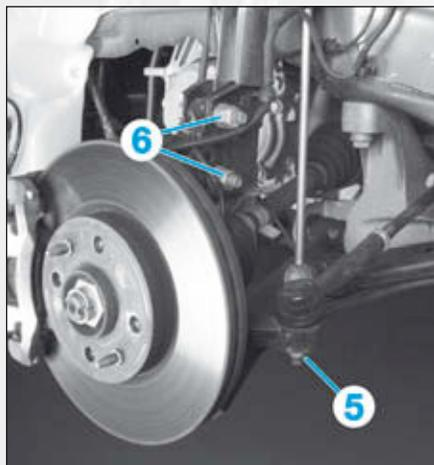

FIG.14
- l'écrou (5) de la rotule de direction et l'extraire du pivot (Fig.14),
- les boulons (6) d'amortisseur sur le pivot,